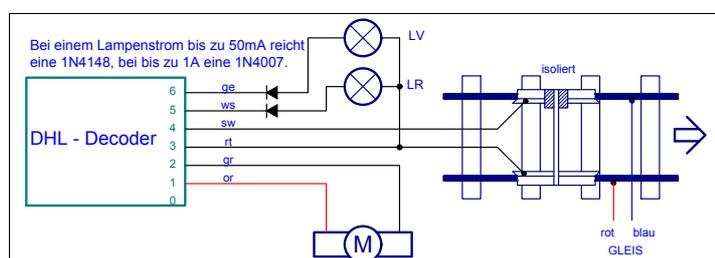

Bild 1: Die zwei Dioden dienen der Anhebung des Spannungspegels bei der Identifikation der Lokadresse.
- b) Sollen Loks oder Wagen mit Licht betrieben werden, dann ist gemäß Bild 1 eine Diode in die Zuleitung zur heck- und frontseitigen Lichtquelle einzubauen.